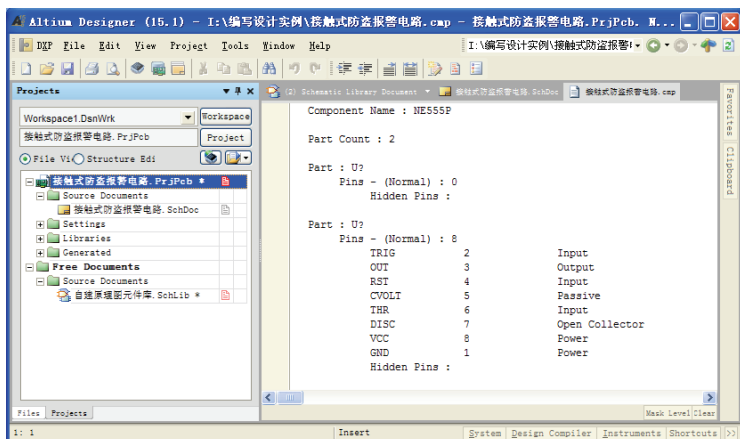

图 4-41 元件 NE555P 报表
(1) 元件报表命令【Component】用来生成当前元件的报表文件，执行该命令后，系统直接建立元件报表文件，并成为当前文件。报表中显示元件的相关参数，如元件名称、组件等信息。例如 NE555P 的元件报表如图 4-41 所示。